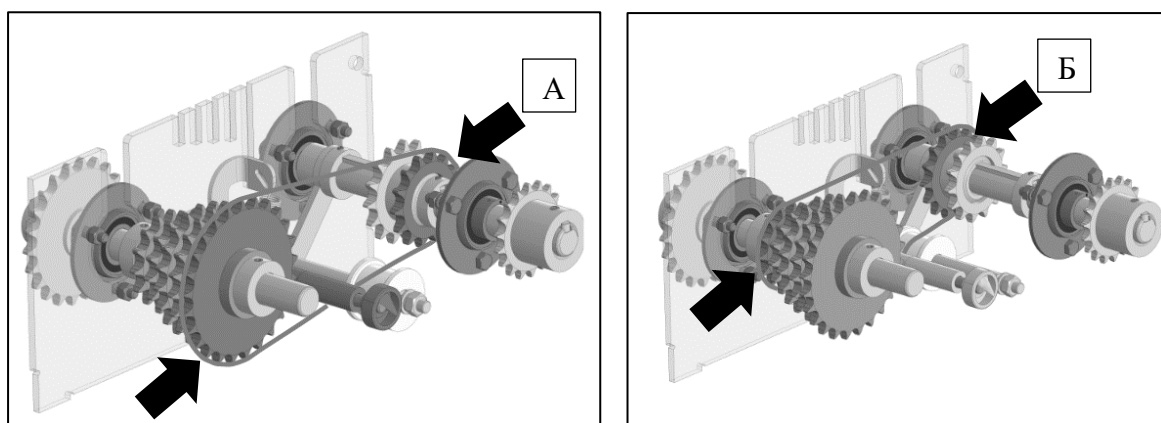

Рисунок 51 – Переустановка цепи с положения А в положение Б
3. Переустановить цепи на выбранную пару звёзд в соответствии с необходимой нормой высева, рис. 51.